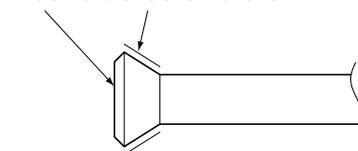

Fig. 13
- Al conectar la tuerca abocinada, recubra la sección abocinada (por dentro y por fuera) con aceite de éster o de éter, gire primero tres o cuatro veces y luego atornille. (Refiérase a la Fig. 13)